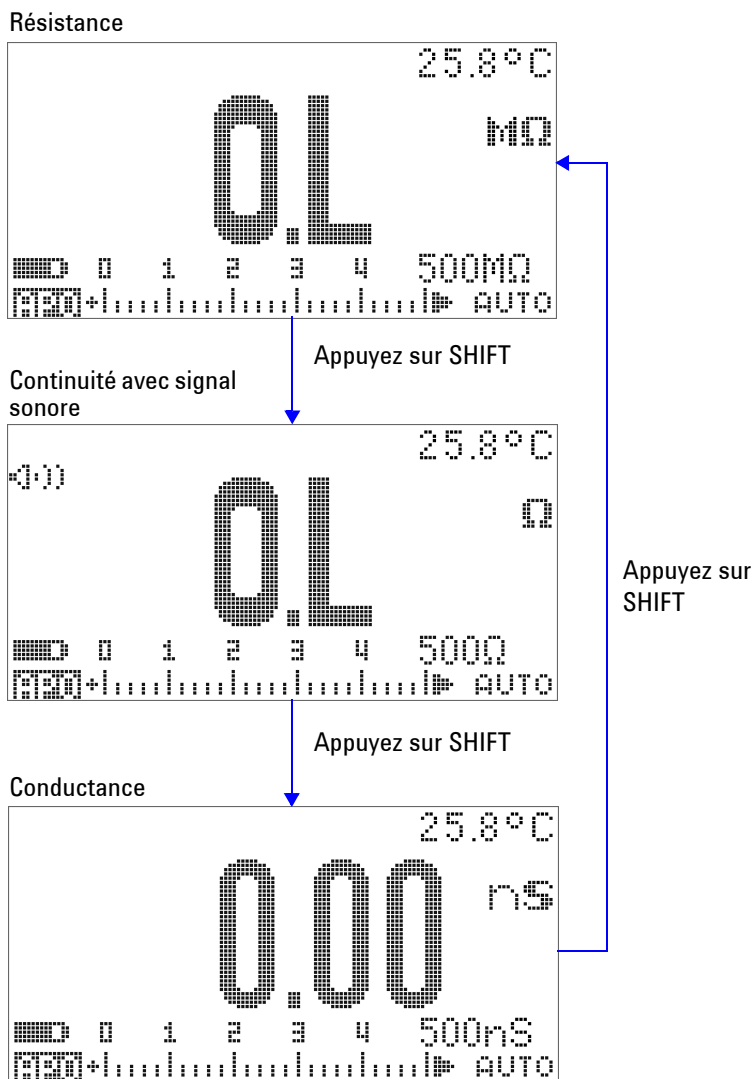

Figure 2-8 Tests de résistance, continuité avec signal sonore et conductance
- 4 Appuyez sur  pour afficher successivement le test de continuité avec signal sonore ( ou , selon la configuration), la mesure de conductance () et la mesure de résistance ( ou ) comme indiqué à la Figure 2-8 à la page 43.